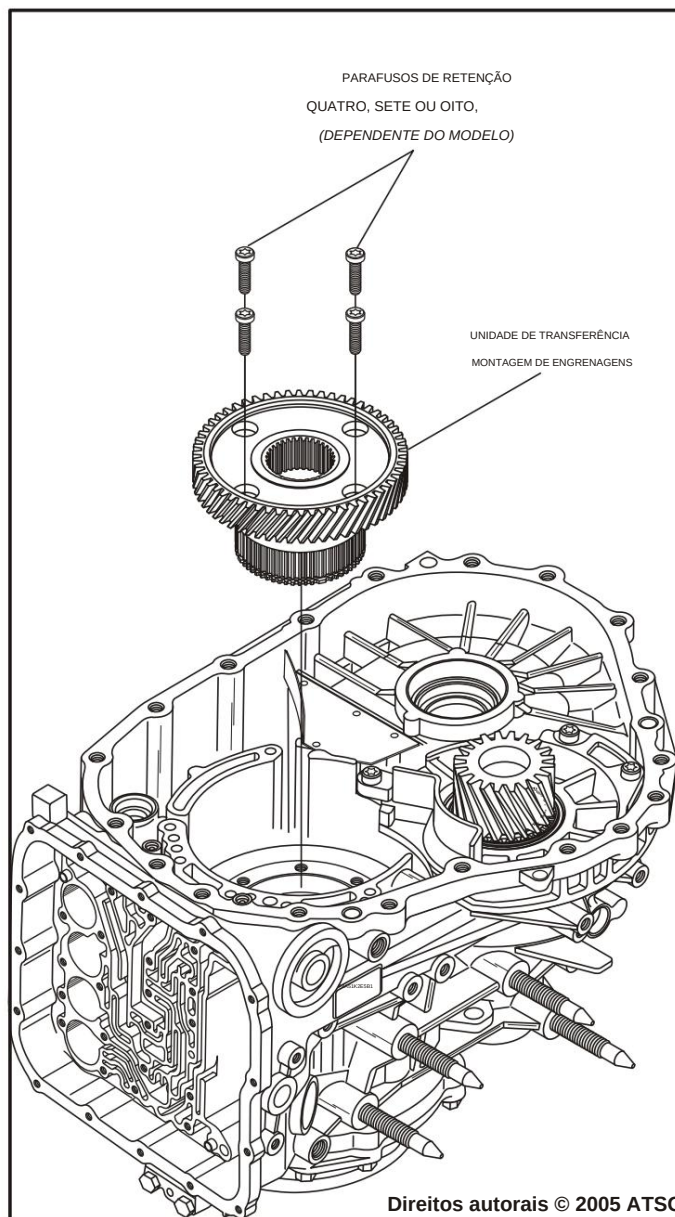

Figura 62
83. Remova o conjunto da engrenagem motriz de transferência, conforme mostrado na Figura 62.